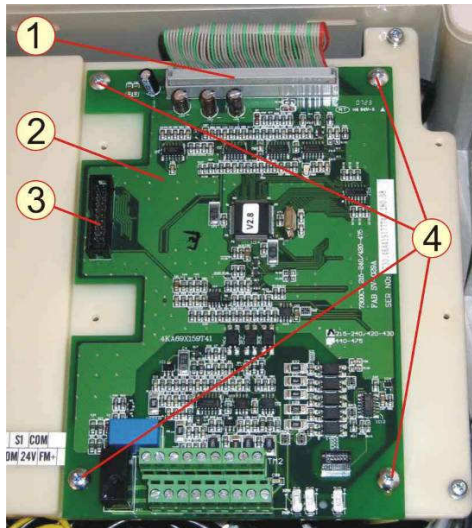

Рис.7.3
7.3.1. Взять плату 2, установить на монтажную панель, вкрутить четыре самонарезающих винта 4 (рис.7.3).
7.3.2. Соединить розетку плоского кабеля платы драйверов с вилкой CON3 на плате центрального процессора (рис.7.3).